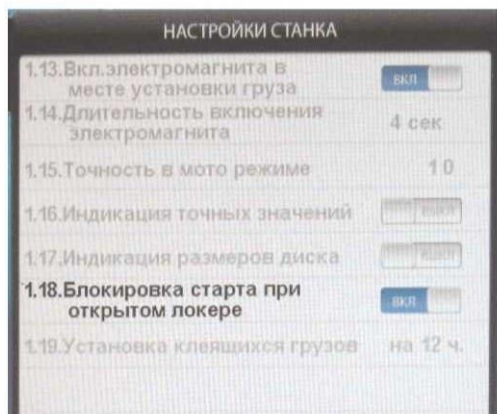

рис.17.4
16.9 Вторая страница настроек (рис.17.4.). Переключение страниц осуществляется кнопкой 5.